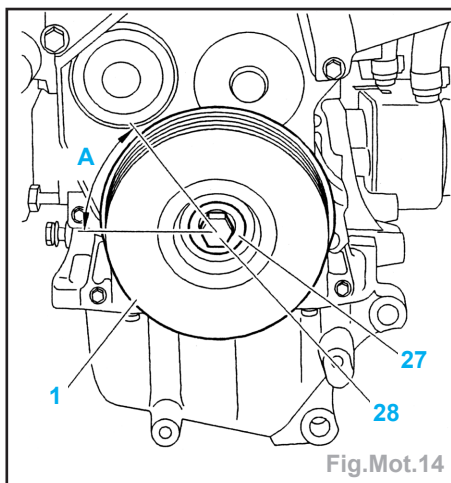

Fig.Mot.14
- le carter intermédiaire (10),
- le carter supérieur (6),
- la vis (16) et la serrer à $1,5 \pm 0,1 \text{ da.m}$,
- le support moteur droit (5),
- les vis (4),
- le tube (3) et l'écran thermique (2).
- Enduire la vis (28) de **Loctite FRENETANCH** (Fig.Mot.14).